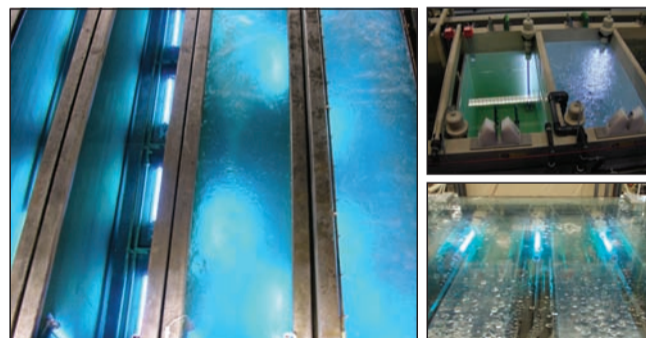

Abb. 4 In Situ Desinfektion von Spülssystemen im Bereich Luftfahrt und Elektronik.
- **Microspear®**: Wo **Microfloat®** aus Gründen des Raums oder der Geometrie nicht eingesetzt werden kann (z.B. in Spülen (Abb. 4) mit WT Durchsatz oder in Durchlaufanlagen (Abb. 4)), wird das Gerät **Microspear®** angewandt. Die zu desinfizierende Komponente und das Spülwasser wird durch Einsatz von **Microspear®** optimal ausgestrahlt.